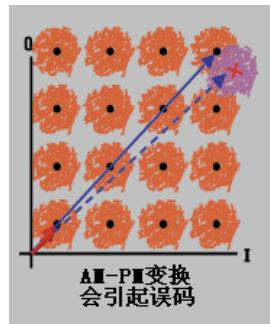

图 8.18 AM-PM 变换引起误码
不希望的相位偏离 (PM) 会引起模拟信号性能恶化或数字通信系统中误码率 (BER) 增大。虽然测量数字系统的误码率 (BER) 十分容易，但这一测量并不能帮助了解产生误码的根本原因。AM-PM 变换是造成误码的主要因素之一，因此，在通信系统中定量测量这个参数至关重要，从下面的 I/Q 图 8.18 中，我们就会知道为什么 AM-PM 变换会引起误码。
- 3) 对于如图8.18所示的64QAM信号（只画出一个象限），围绕每个状态的噪声圆相重叠就意味着在统计上会出现误码。